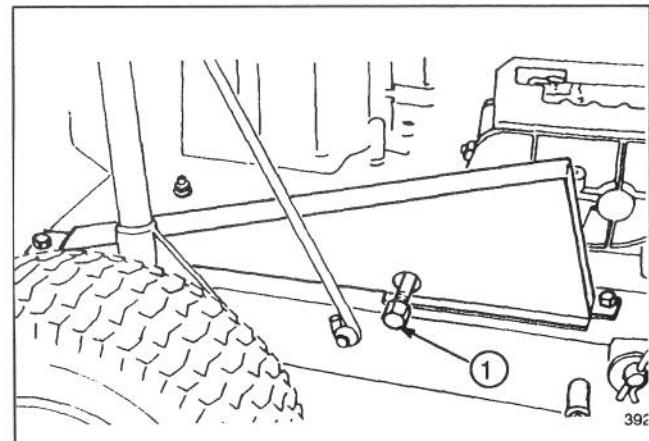

Abbildung 10
5. Die Abläßschraube entfernen (Abb. 10).